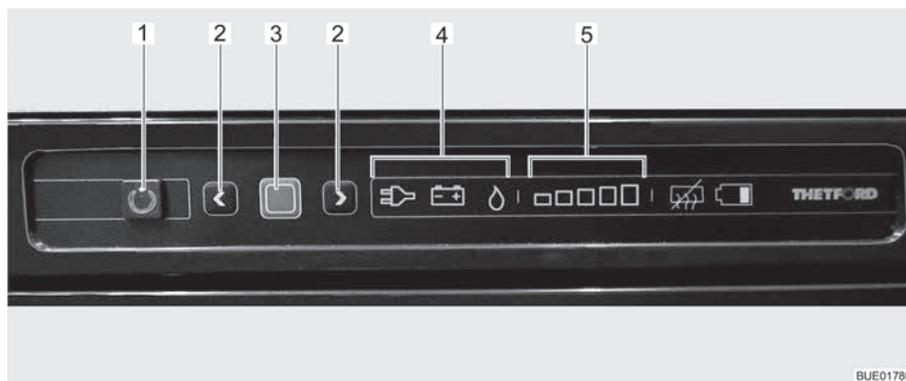

Fig. 106 Elementos de mando para el frigorífico
El modo de funcionamiento actual será visualizado por medio de un símbolo iluminado (Fig. 106,4) en la unidad de mando.
Una vez conectado, el frigorífico selecciona automáticamente el último ajuste seleccionado del termostato. Este reajuste puede modificarse manualmente con las teclas de flecha (Fig. 106,2). Las barras luminosas de la visualización de las etapas de refrigeración (Fig. 106,5) indican el ajuste seleccionado del termostato. Con las teclas de flecha se ajusta la temperatura de refrigeración para los tres tipos de energía. Pasan algunas horas hasta que el frigorífico alcanza la temperatura de servicio normal. Al conmutar el modo de funcionamiento se mantiene el ajuste del termostato. La temperatura de refrigeración se mantiene independientemente del tipo de energía.
- Presionar la tecla On/Off (Fig. 106,1) por 1 segundo. La tecla (Fig. 106,1) se iluminará de color verde. Después de aprox. 10 segundos, la visualización se atenuará automáticamente por razones de ahorro de energía.
- Pulsar la tecla de confirmación (Fig. 106,3) por aprox. 2 segundos. Los símbolos de los modos de funcionamiento (Fig. 106,4) estarán parpadeando.
- Para cambiar el modo de funcionamiento, pulsar las teclas de flecha (Fig. 106,2).
- Para el funcionamiento a gas, seleccionar el modo de funcionamiento Gas con las teclas de flecha (Fig. 106,2). El suministro de gas está abierto. El encendido se realiza automáticamente. Se oye un sonido de tic-tac hasta que el proceso de encendido se haya llevado a cabo con éxito.
- Pulsar la tecla de confirmación (Fig. 106,3).
- Pulsar de nuevo la tecla de confirmación (Fig. 106,3). La etapa de refrigeración actual será visualizada por medio de las barras luminosas (Fig. 106,5).
- Para cambiar el ajuste, pulsar las teclas de flecha (Fig. 106,2) hasta que se visualice el ajuste deseado.
- Pulsar la tecla On/Off (Fig. 106,1) por aprox. 2 segundos. Se apagarán todos las lámparas. El frigorífico está desconectado.